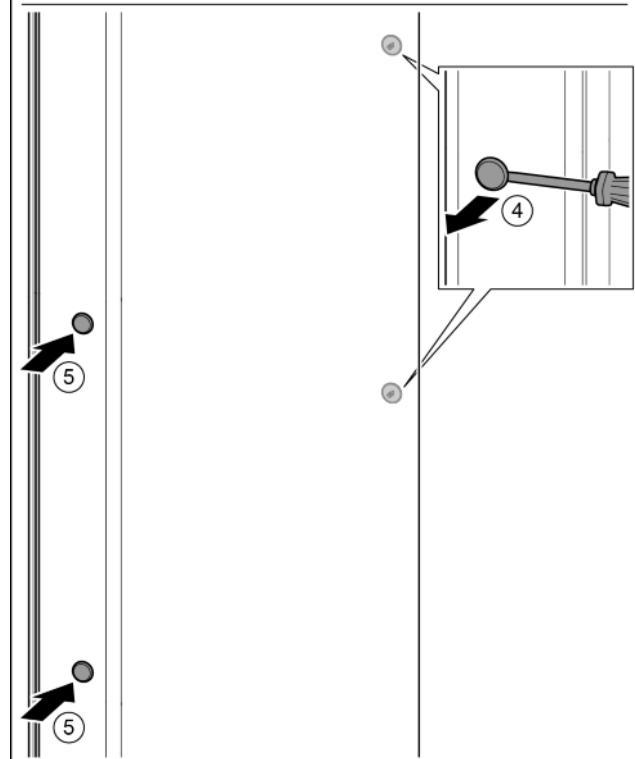

Fig. 17
- Extragăți capacul. Fig. 17 (1)
- Demontați șuruburile cu șurubelnita T15. Fig. 17 (2)
- Detaşați mânerul. Fig. 17 (3)
- Ridicați cu precauție dopul lateral cu o șurubelnită plată și extrageți-l. Fig. 17 (4)
- Introduceți dopul pe partea opusă. Fig. 17 (5)